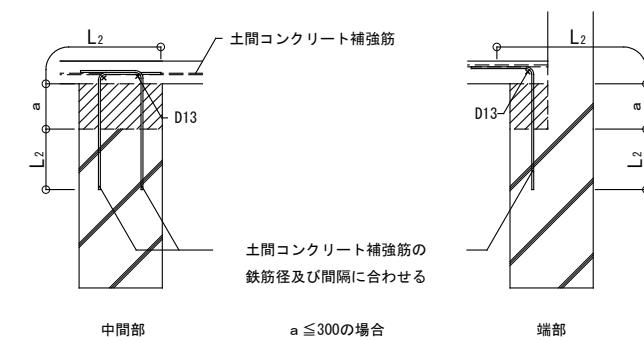

図9.3 土間コンクリートと基礎梁との接合部配筋
(2) 土間コンクリートと基礎梁との接合部配筋（土間コンクリート補強筋は構造図による。なお、基礎梁との接合部は図9.3による。）